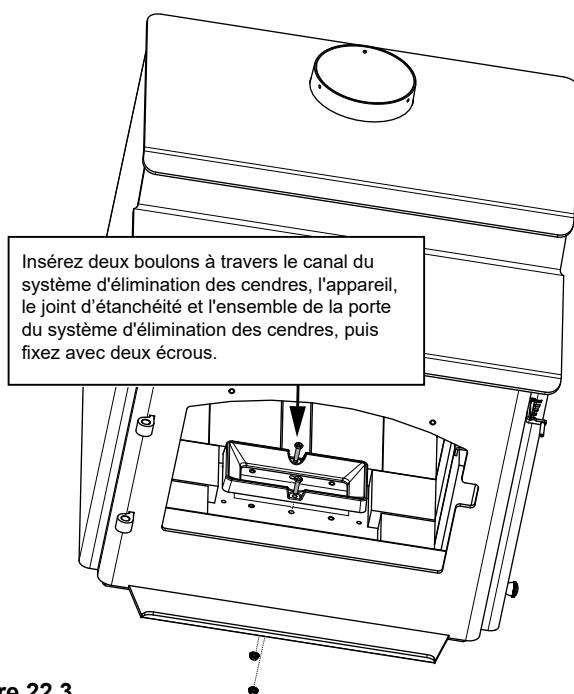

Figure 22.3
11. À l'aide de deux boulon et deux écrous à embase, fixez la rainure de l'ARS avec la clé ouverte 3/8 et la clé à douille 7/16 (**Figure 22.3 on page 22**).
- À l'aide de 2 boulons et deux écrous à embase, fixez la rainure de l'ARS avec la clé ouverte 3/8 et la clé à douille 7/16 (**Figure 22.3 on page 22**).